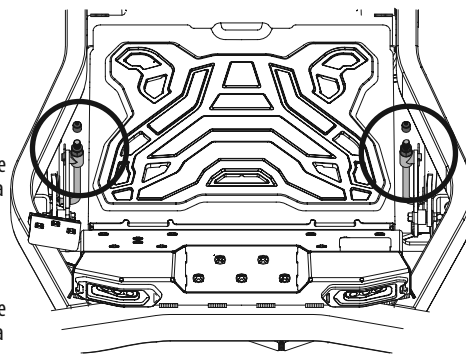

Figura 43
- a. Quite la tapa de extremo de las varillas de ajuste de elevación de la plataforma delanteras y resérvelas para volver a instalarla. Consulte la Figura 43.
- b. Gire ambos pernos delanteros en sentido horario para elevar la inclinación de la plataforma delantera o en sentido antihorario para bajar la inclinación de la plataforma delantera, dependiendo del ajuste necesario. Ajuste cada perno igualmente. Consulte la Figura 43.